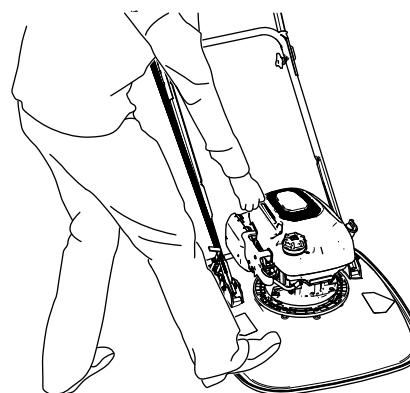

Figura 23
3. Posizionate il piede sul piatto e inclinate la macchina verso di voi (Figura 23).